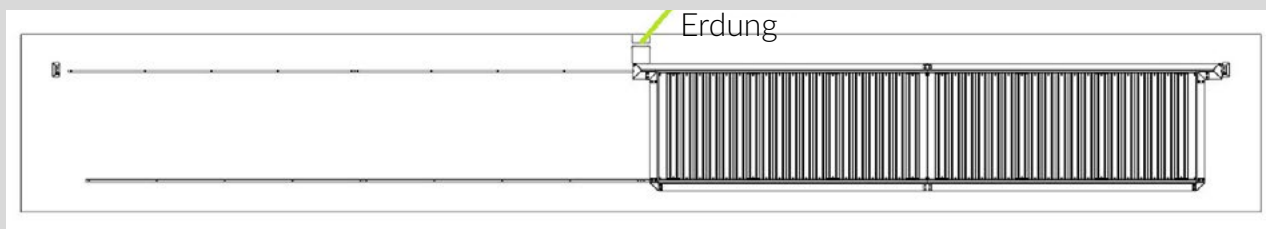

Abb. 2 Erdung der Parkplattform
- Erdung im Bereich der Parkplattformen, auf einer Säule oder auf dem Boden an der Stelle, an der sich der Getriebemotor befindet (Abb. 2). Potenzialausgleich nach PN-EN 60204 vom Fundamenterder-Anschluss zur Plattform.